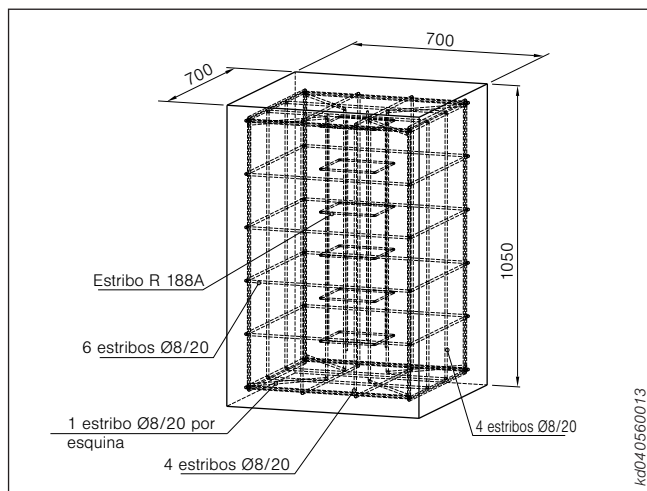

Fig. 168: Cimientos de hormigón para montaje con soportes hormigonados
- Soportes hormigonados – cimientos de hormigón C 20/25 con armadura. Tamaños de los cimientos según Fig. 168